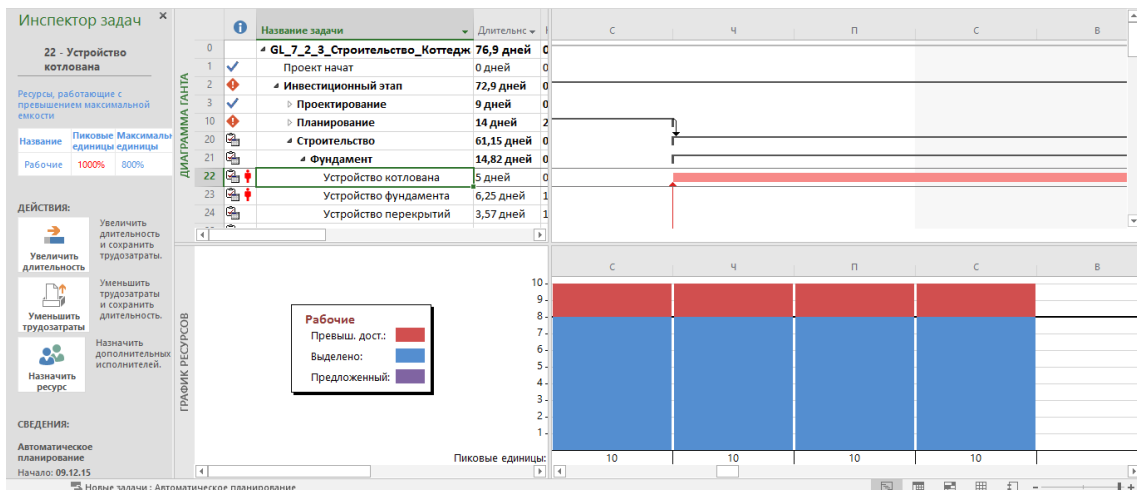

Рисунок 8.10 – Критические ресурсы критического пути
2. На закладке «Вид», в области «Комбинированный режим» поставить галочку «Детали» и выбрать, например, «Лист ресурсов» (см. рисунок 8.10).